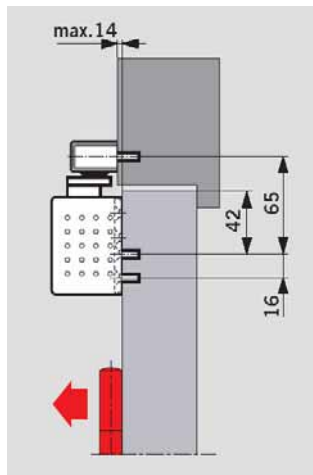
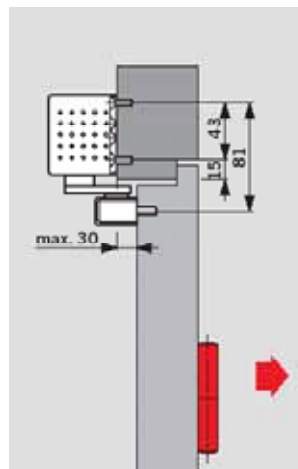

Рис. 4.
Рис. 5.
Доводчик **DORMA TS92** предназначен для установки на правые и левые двери. Установка исполнения В может производиться либо на полотно двери со стороны петель (см. **рис. 4**), либо на коробку двери со стороны противоположной петлям (см. **рис. 5**).
- Взаимное расположение поверхностей дверной коробки и дверного полотна должно находиться в определенных пределах. На **рис. 4, 5, 6, и 7** указаны пределы для скользящих каналов **G-N**. В случае необходимости возможно использование различных типов монтажных пластин. Подробнее в разделе «Аксессуары».